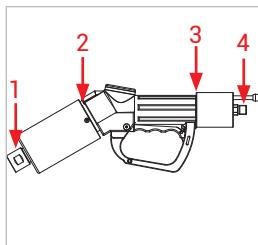

Figure 23
- Vérifiez les points de mesure suivants (*Figure 23*) :
- le réceptacle de service WEH® (1)
- le manchon de protection anti-choc et la poignée (2)
- le raccord tournant et la poignée (3)
- le raccord (4)